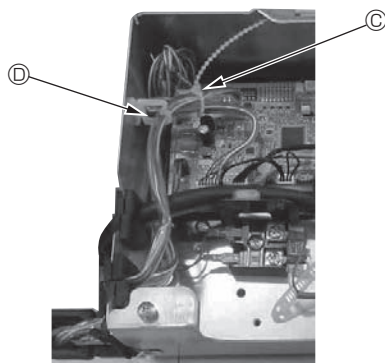
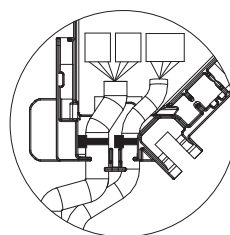

Fig. 10-14
Fig. 10-15
- **Placez les excès de fils de jonction du capteur i-See et du récepteur de signal dans le boîtier des composants électriques dans le crochet pour fils, comme indiqué sur le schéma, et groupez les fils à l'aide de la fixation. (Fig. 10-14)** Veillez à ce que le ruban qui maintient les fils de jonction du capteur i-See et du récepteur de signal soit bien positionné à l'intérieur de la boîte de raccordement. (Fig. 10-15)